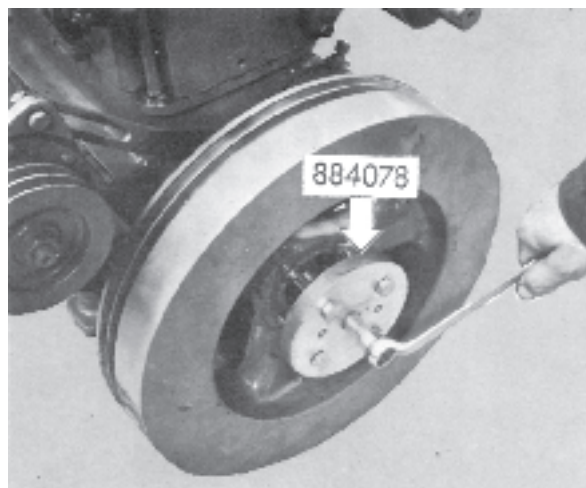

Fig. 37. Demontering av svänghjul
3. Drag loss svänghjulet med avdragare nr 884078 enligt fig. 37.